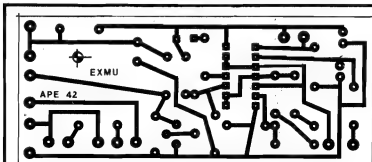
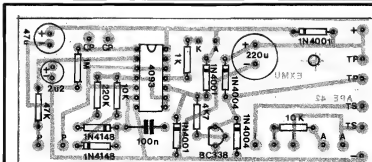

Fig.2
Fig.3
FIG. 2 - CIRCUITO IMPRESSO ESPECÍFICO - O lay out, pequeno e descomplicado, é visto em tamanho natural na figura... É só copiar, cuidadosamente, para a devida confecção da placa... Quem optar pela aquisição em KIT (ver Anúncio, em outra parte da presente APE...) já receberá a plaquinha pronta, inclusive com a demarcação do "chapeado" (fig. 3) em silk screen, o que facilita enormemente a montagem... De qualquer modo, seja a placa "feita em casa", seja obtida com o KIT, convém verificá-la e conferi-la com bastante atenção, antes de começar as soldagens. Qualquer pequeno defeito é facilmente corrigível nessa fase (depois das peças soldadas, fica complicado...).
FIG. 3 - CHAPEÃO DA MONTAGEM - Os componentes, suas aparências estilizadas (ou símbolos convenientes...), códigos, valores, polaridades, etc., tudo demarcadinho com clareza, sobre o lado não cobreado da placa... Ao principiante, basta guiar-se pelo desenho, inserindo cada componente com atenção e cuidado. Em dúvida, basta recorrer ao TABELÃO APE. Quanto às soldagens, as INSTRUÇÕES
- **FIG. 4 - CONEXÕES EXTERNAS À PLACA** - Tão importantes quanto a ligação/soldagem das peças sobre a placa (fig. 3), são as conexões periféricas, detalhadas na figura. Notem que o Circuito Impresso continua "olhado" pela face não cobreada, estando todas as ilhas periféricas devidamente codificadas (comparar com a figura anterior). Atenção aos seguintes pontos: